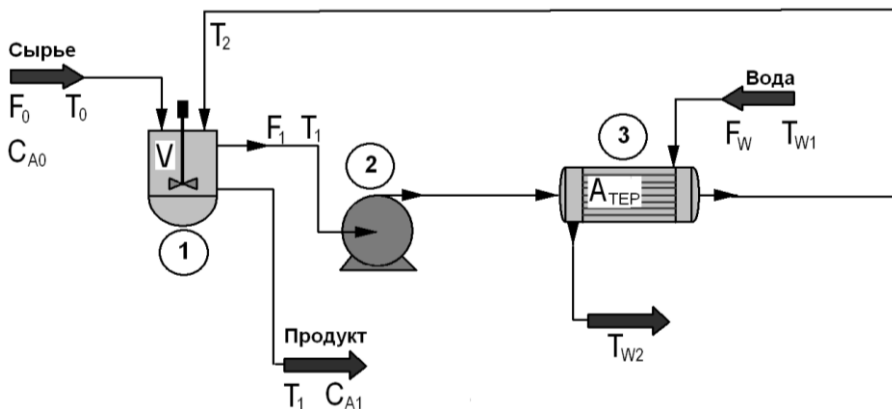

Рис. 14.1. ХТС реактор-теплообменник
**Постановка задачи.** Провести расчет материально-теплового баланса ХТС реактор-теплообменник (рис. 14.1), состоящей из реактора идеального смешения (1), кожухотрубчатого теплообменника (3) и компрессора (2). В реакторе объемом  $V$  протекает экзотермическая реакция вида  $A \rightarrow B$ .